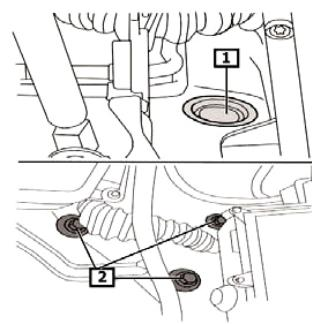

Fig. 3:
- **Fig. 3** Plastikkappe (1) abneh-men.
- Obere Federbeinbefestigungsschrauben (2) entfernen,
- **Fig. 3** Remove plastic cap (1).
- Hold suspension strut securely and undo upper suspension strut fastening screws (2).
- **Fig. 3** Enlever le capuchon en plastique (1).
- Enlever la vis de fixation de la jambe de force (2),
- **Fig. 3** Retirar la caperuza de plástico (1).
- Retirar los tornillos de sujeción superiores del amortiguador (2).